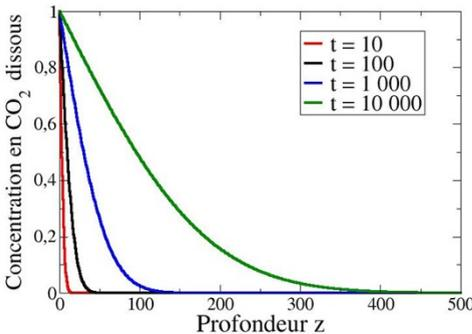

Figure 4 : Profil de référence adimensionnel dans un cas non réactif, à différents temps, obtenu en résolvant les équations dans un cas sans convection.
Dans ce contexte, le but de notre mémoire est de réaliser une étude théorique des conditions favorisant l'apparition d'instabilités hydrodynamiques dans un système CO_2 / eau salée. Nous avons ainsi réalisé une analyse de stabilité linéaire des profils diffusifs du CO_2 dans l'eau salée (fig. 4) afin d'analyser leur stabilité par rapport à la convection. Les résultats de cette étude ont été comparés avec des résultats expérimentaux préliminaires fournis par l'équipe d'A. D'Onofrio, de l'Université de Buenos Aires [3].
L'analyse de stabilité linéaire consiste à écrire les équations linéarisées pour des perturbations autour du profil de référence (fig. 4). Ce profil est obtenu en résolvant les équations (1)-(3) où on pose $\mathbf{u} = \mathbf{0}$, c'est-à-dire où l'on se place dans une situation sans convection.